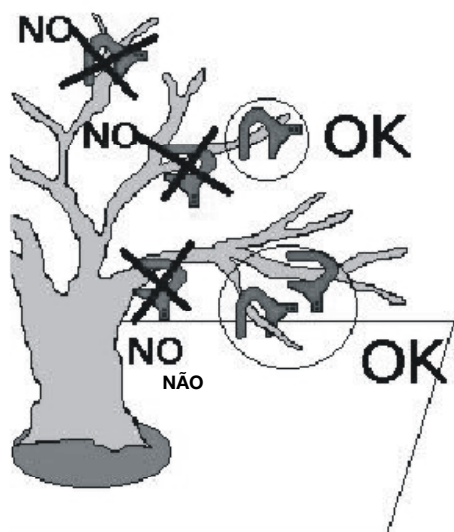

Fig. 12
- Enganche sempre o ramo na parte flexível. Nunca onde nasce o ramo (Fig. 12)